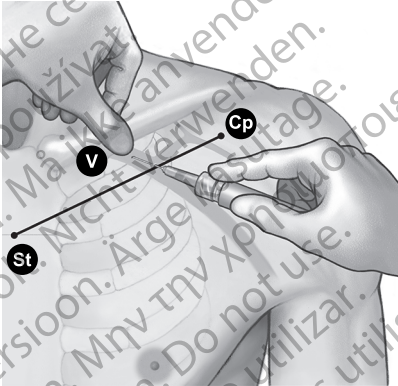

Figura 7. Ubicación del pulgar y entrada de la aguja
4. Oprima con el pulgar sobre el dedo índice y proyecte 1-2 centímetros por debajo de la clavícula para proteger el músculo subclavio de la aguja (cuando exista hipertrofia del músculo pectoral, el pulgar deberá proyectar unos 2 centímetros por debajo de la clavícula ya que el músculo subclavio estará también hipertrofiado) (Figura 7 Ubicación del pulgar y entrada de la aguja en la página 19).